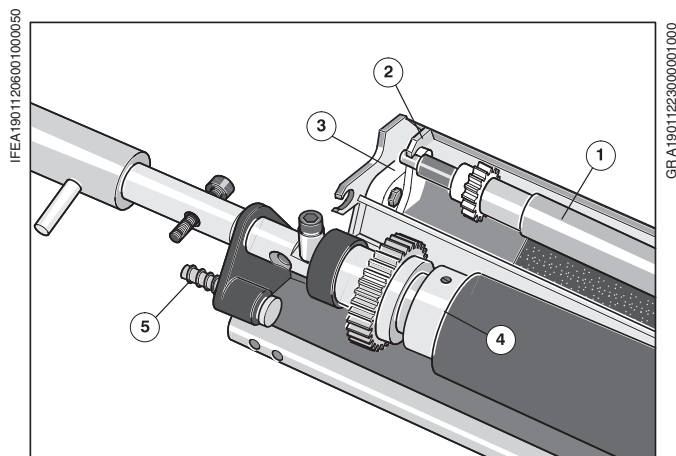

Рис. 26 Замена дозирующего валика
- ❶ Потяните дозирующий валик (Рис. 26/❶) на стороне привода и на стороне обслуживания, преодолевая усилие стопорного рычага (Рис. 26/❷), и вытяните его из пластмассовой опоры (Рис. 26/❸).
- ❷ Установите новый дозирующий валик на обе пластмассовые опоры и с нажимом введите его в подшипники. Стопорный рычаг (Рис. 26/❷) закрепляет дозирующий валик в подшипнике.
- ❸ Придвиньте ванну для смывочного средства к смывочному валику.
- ❹ Выставьте уплотнители (Рис. 26/❹) на смывочном валике так, чтобы они по радиусу прилегали к дозирующему валику.
- ❺ Вдавите штыри на стороне обслуживания (Рис. 26/❺) и на стороне привода и защелкните ванну для смывочного средства на штырях.
- ❻ Вставьте устройство для смывки обратно в машину.